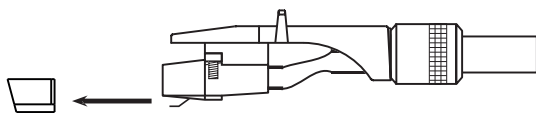

Fig. 6
Das mitgelieferte Tonabnehmersystem ist mit einem Nadelschutz ausgestattet, der für den Betrieb und für einige Einstellarbeiten abgenommen werden muss. Bitte ziehen Sie den Nadelschutz vorsichtig nach vorne ab (Bild 6). Wird der Plattenspieler nicht benutzt, sollte der Nadelschutz wieder aufgesetzt werden.
- Stellen Sie den Antiskating-Drehknopf (17) auf 0.
- Entfernen Sie den Nadelschutz des Tonabnehmersystems (Bild 6).
- Lösen Sie die Tonarmverriegelung (12), indem Sie den Verriegelungshebel nach rechts schieben.
- Justieren Sie das Tonarmgegengewicht (7) durch Drehen so, dass der Tonarm schwebt, also weder nach unten sinkt, noch nach oben steigt.